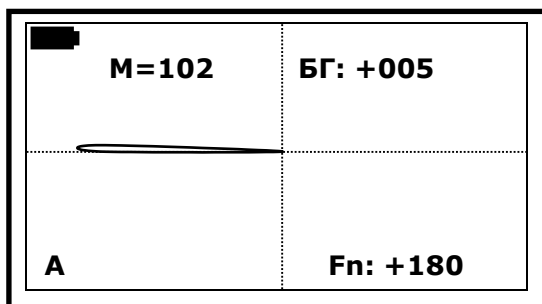

Рис. 16
4. медленно и плавно поднесите датчик к грунту сверху вниз, избегая ударов датчиком о траву, камни и другие объекты. Скорость поднесения датчика должна быть такой, чтобы он опустился до уровня грунта приблизительно, за одну - две секунды. При поднесении датчика к грунту, на дисплее будет вырисовываться линия в левую сторону экрана (Рис. 16). Опускайте датчик до тех пор, пока линия не дойдет до левого края дисплея.